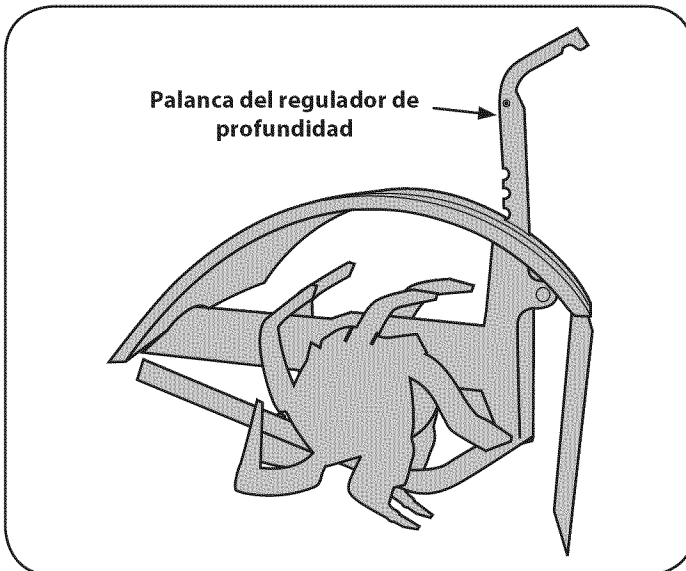

Figura 6
4. Con la cultivadora a nivel del suelo, jale la palanca del regulador de profundidad hacia atrás y luego completamente hacia arriba hasta enganchar la ranura más baja de la palanca. Vea la Figura 6.